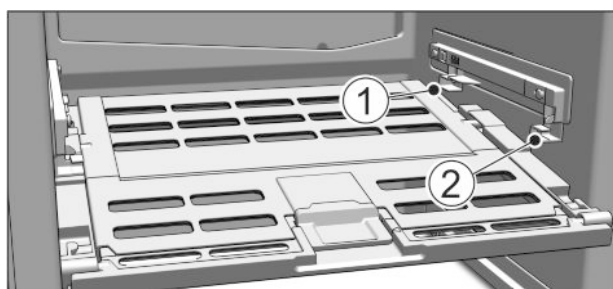

Fig. 50
- Mettre en place le couvercle du compartiment Fruit & Vegetable : Introduire les rainures du couvercle en bas dans le support arrière Fig. 50 (1) et les insérer dans le support Fig. 50 (2).